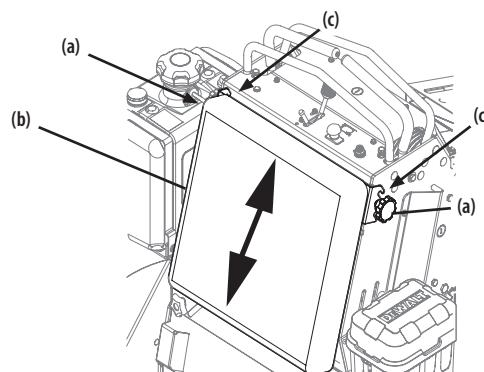

Figura 7
- Afloje las dos perillas en estrella (a) que fijan el protector de piernas (b) a la cortadora de césped. Consulte la Figura 7.